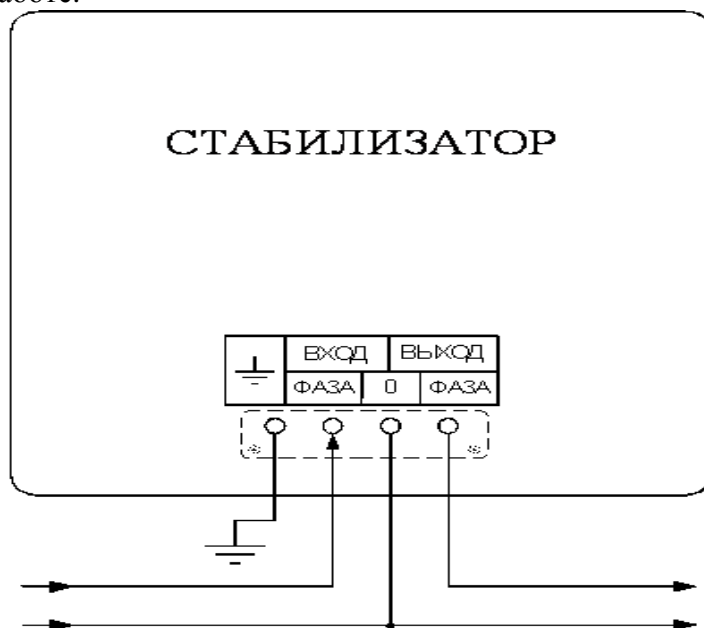

Рисунок 3 – Подключение проводов силового входа/выхода
1. Снять крышку клеммной коробки с тыльной стороны аппарата – рисунок 3
3. Подключить провода силового ввода на контакты «ВХОД» - рисунок 3 «фаза».
4. Подключить выводящие провода на контакты «ВЫХОД» - рисунок 3 «фаза».